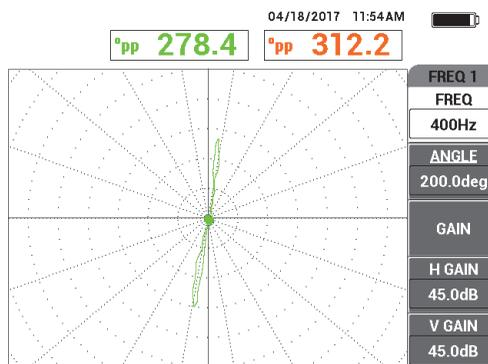

Figura 5-194 La scansione del foro passante
3. Scansionare lentamente il tubo fino a quando viene visualizzato il difetto passante e in seguito premere il tasto FREEZE (❄) [vedere Figura 5-194 a pagina 279].